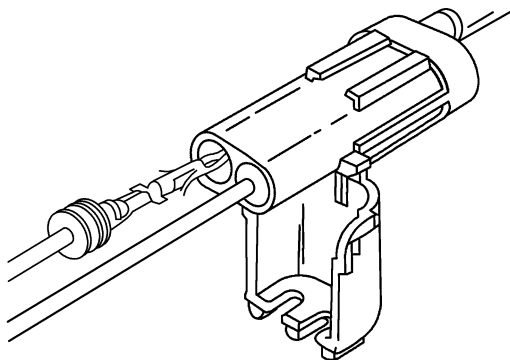

图 6-28 将导线和端子拉出插头本体
⑤ 将导线和端子拉出插头本体，如图 6-28 所示。
⑥ 安装新插头，将端子插入插头体中，将端子锁紧杆卡到位并将端子固定在本体内。
⑦ 关闭导线锁将导线锁紧在插头体上，将插头与插座插接在一起。